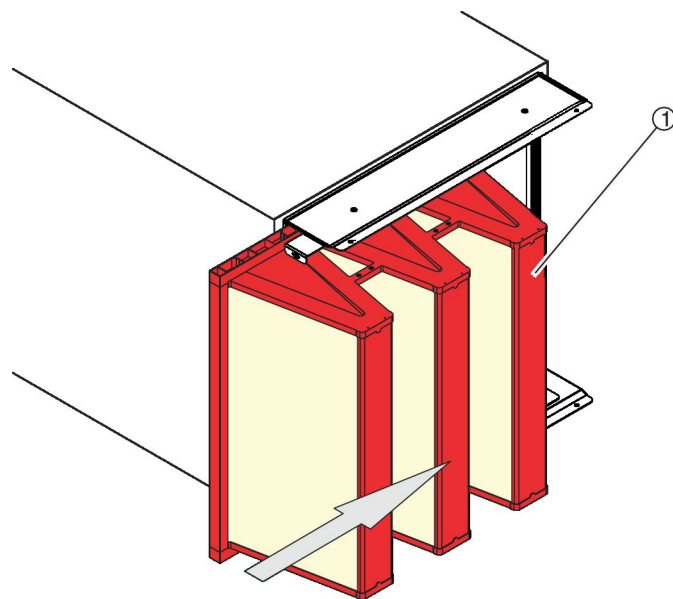

Fig. 60 : Remplacement de l'élément filtrant
6. ▶ Rentrer le nouvel élément filtrant (Fig. 60 /1) en le glissant par le côté.